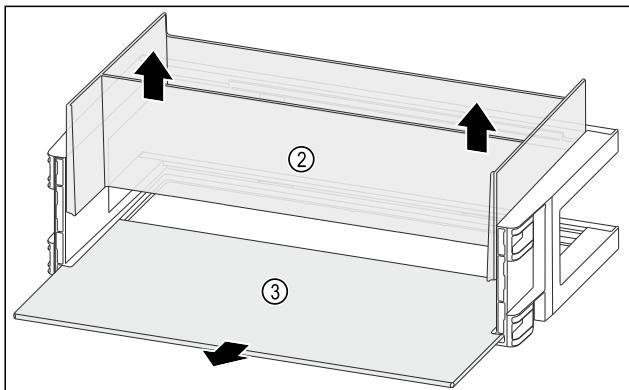

Fig. 93
- Odoberte organizátor Fig. 93 (2) nahor.
- Odoberte odkladaciu plochu Fig. 93 (3).